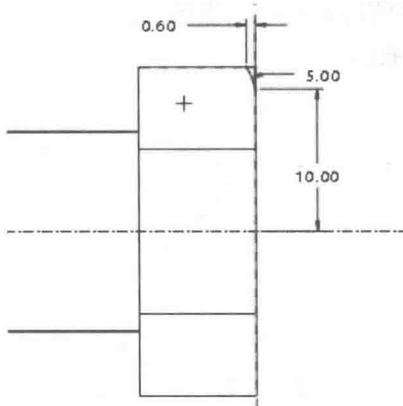
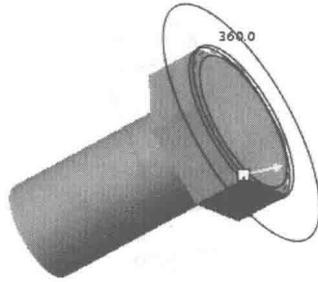

图 1-24
图 1-25
- (1) 单击  按钮，打开旋转特征面板。单击  按钮，以建立切割特征。
- (2) 单击  按钮，绘制旋转截面，弹出 Section 对话框。
- (3) 选择 TOP 基准面为草绘平面，RIGHT 基准面为参考面。
- (4) 单击 Sketch 按钮，进入草绘工作环境。
- (5) 绘制一条中心线和一段圆弧，如图 1-24 所示。
- (6) 单击  按钮，完成草绘截面的建立。
- (7) 单击鼠标中键，返回旋转特征面板。
- (8) 材料移除方向如图 1-25 中黄色箭头所示的方向。